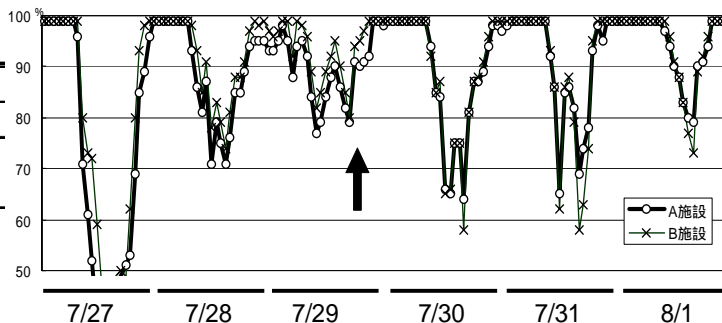

図1 妻面開放前後の施設内相対湿度の推移
- 1 . アスパラガス半促成長期どり栽培において、施設内湿度が低いと褐斑病の発病程度は低くなる (表 1) 。施設内湿度を低下させる手法として、妻面開放などの上部換気が有効である (図 1) 。